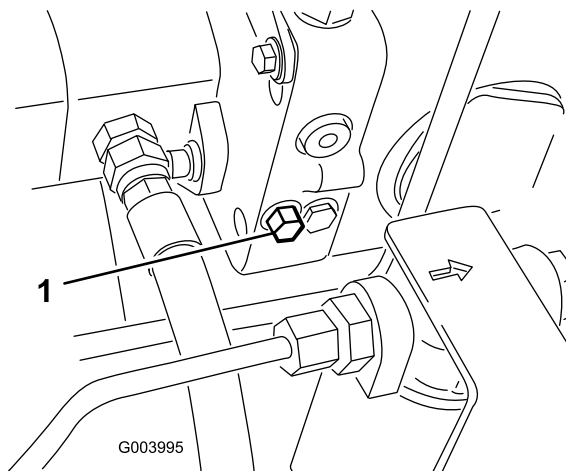

Рисунок 34
1. Чтобы открыть перепускной клапан и обеспечить внутренний перепуск масла, поверните болт клапана на 1,5 оборота (Рисунок 34).